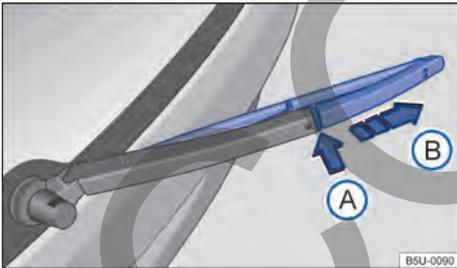

Fig. 184 Sustituir la escobilla del limpiaviento.
- Mantener presionada la tecla de desbloqueo → fig. 184 ⓘ.